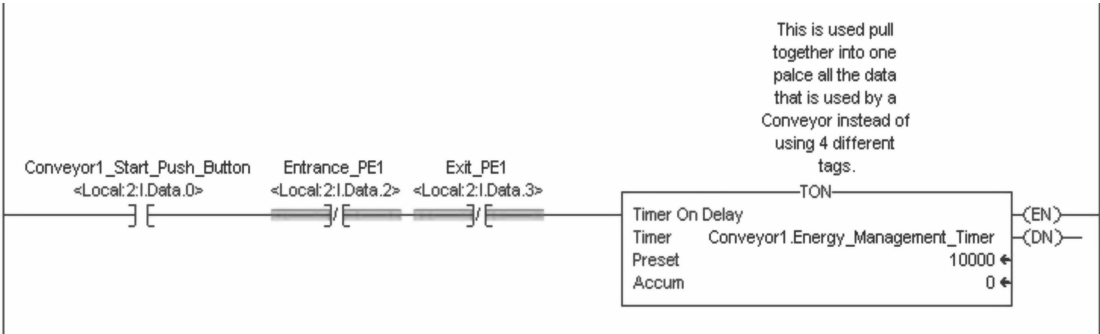

图 13-13 导入成功后的梯形图
9. 单击“确定” (OK)。“导入” (Import) 开始。完成后, 便写好了 Conveyor1 的梯形图代码。所有标签都创建在合适的范围内; 对于本例, 该范围为 Conveyor。梯形图编辑器将显示如图 13-13 所示内容。